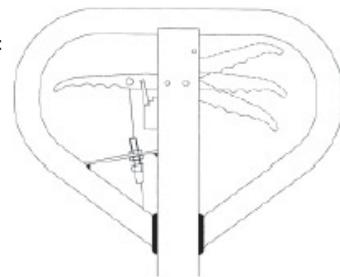

Fig. 5
Si nécessaire, vous pouvez régler le levier en suivant les étapes suivantes (fig. 5):
- c) Si les fourches ne descendent pas lorsque la poignée de commande est en position **Bas**, tournez l'écrou de réglage dans le sens des aiguilles d'une montre jusqu'à ce que le fait de relever la poignée de commande fasse descendre les fourches. Vérifiez ensuite la position **Neutre** selon la fig. 5 et assurez-vous que l'écrou de réglage est dans la bonne position.